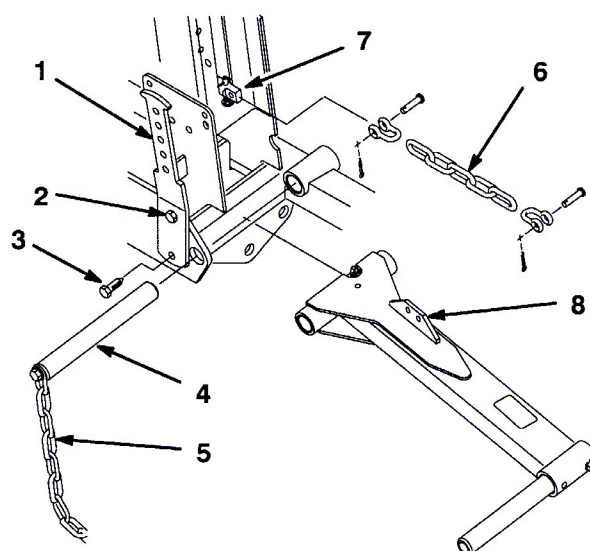

図7
3. 左カウンタバランス・アームをフレームに固定している上キャップスクリューをゆるめる (図7)。
4. 左カウンタバランス・アームをフレームに固定している下キャップスクリューとナットを外す (図7)。
5. カウンタバランス・アームを外側に回転させて左昇降アームのピボット・ピンとチッパー・チェーンを外す (図7)。
6. 昇降アームをフレームの取り付け穴に合わせ、ピボット・ピンを差し込んで取り付ける (図7)。このとき、カウンタバランス・アームがピンのスロットに嵌まるようにする。カウンタバランス・アームはまだ固定しない。